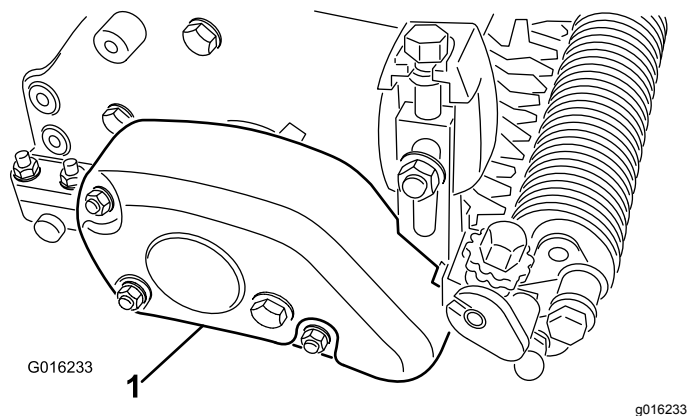

Рисунок 19
3. Прикрепите кожух нового ремня к узлу корпуса механической щетки 3 контргайками (Рисунок 19).